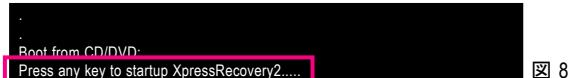

図 8
- マザーボードドライバディスクから起動して、初めて Xpress Recovery2 にアクセスします。Press any key to startup Xpress Recovery2 (図 8)というメッセージが表示されたら、どれかのキーを押して Xpress Recovery2 に入ります。